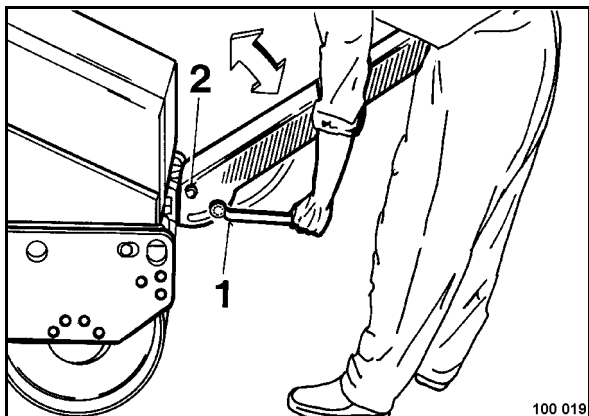

рис. 11
- Ослабить винт с шестигранной головкой 2 (рис. 11) справа и слева.
- Ослабить винты с шестигранной головкой (1) справа и слева только так, чтобы можно было отрегулировать дышло по рабочей высоте.